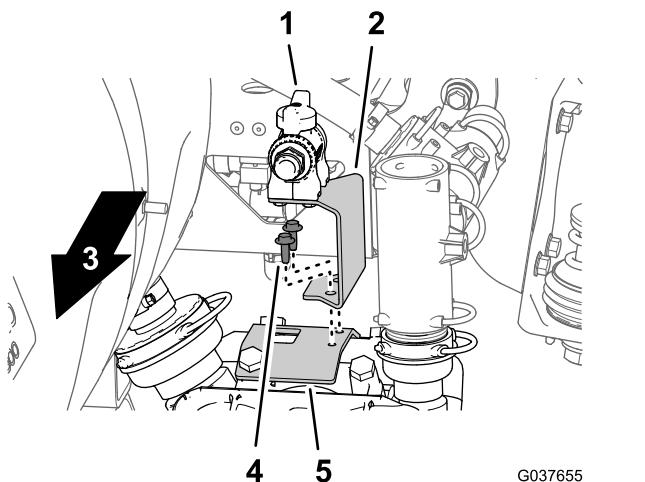

Figura 53
6. Allineate i fori nella staffa della valvola dell'agitatore con i fori nella staffa della pompa dell'irroratrice (Figura 53).
7. Fissate la staffa della valvola dell'agitatore alla staffa della pompa dell'irroratrice (Figura 53) con 2 bulloni a testa flangiata (1/4 x 3/4 poll.).